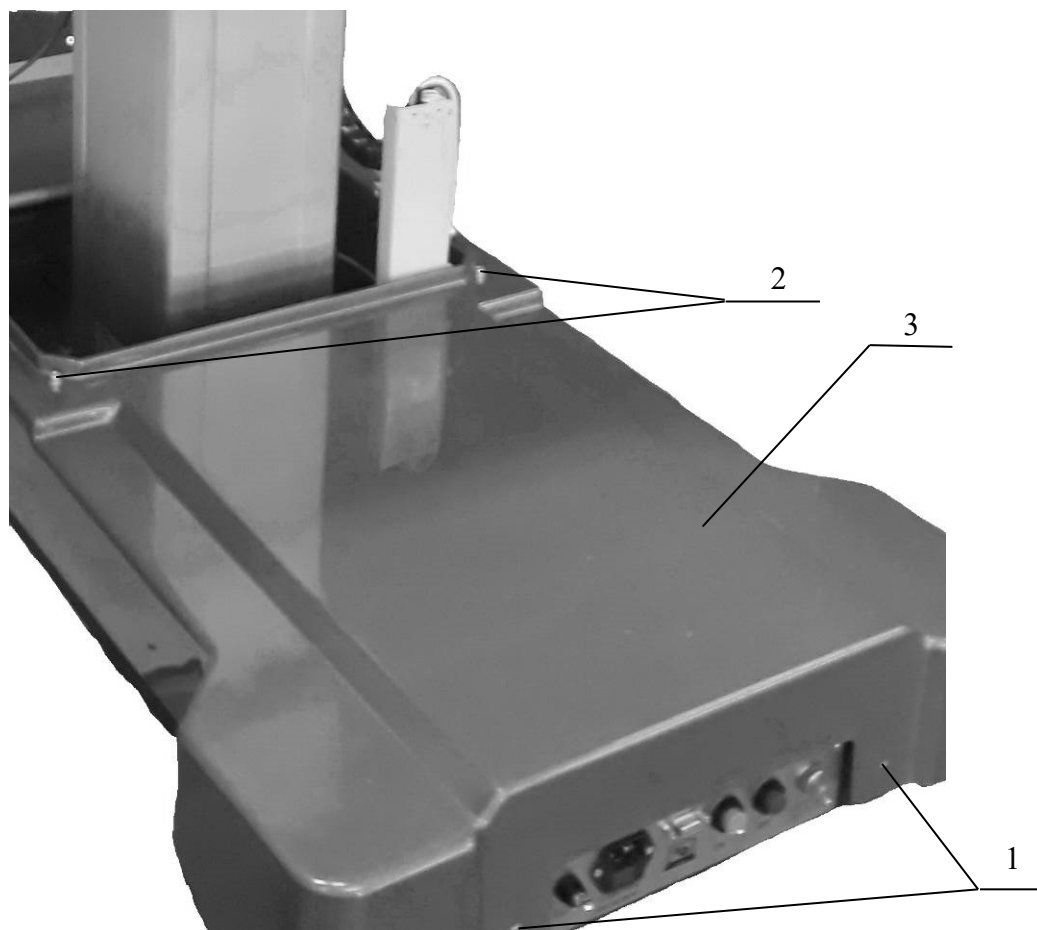

Рисунок 19. Снятие обшивки шасси.
- отверните винты 1 – 2 шт. и винты 2 – 4 шт. (Рисунок 19);